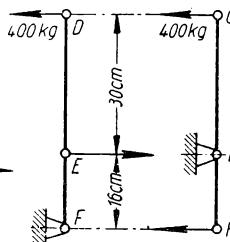

Bild 117
b) Hebel DEF . Die Kraft 400 kg der Zugstange CD , die am Winkelhebel in C nach rechts zieht, wirkt in D nach links (Gesetz der Gegenwirkung, Aufg. 249). — Der Bremsklotz I drückt das Rad nach links, dagegen den Hebel DEF in E nach rechts: Bild 117.